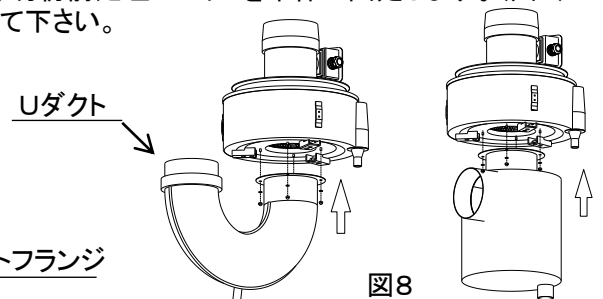

図8
- ③ダクトフランジを固定していたM4袋ナットを使用してUダクト、切粉前処理ユニットを本体に固定します。(図8)